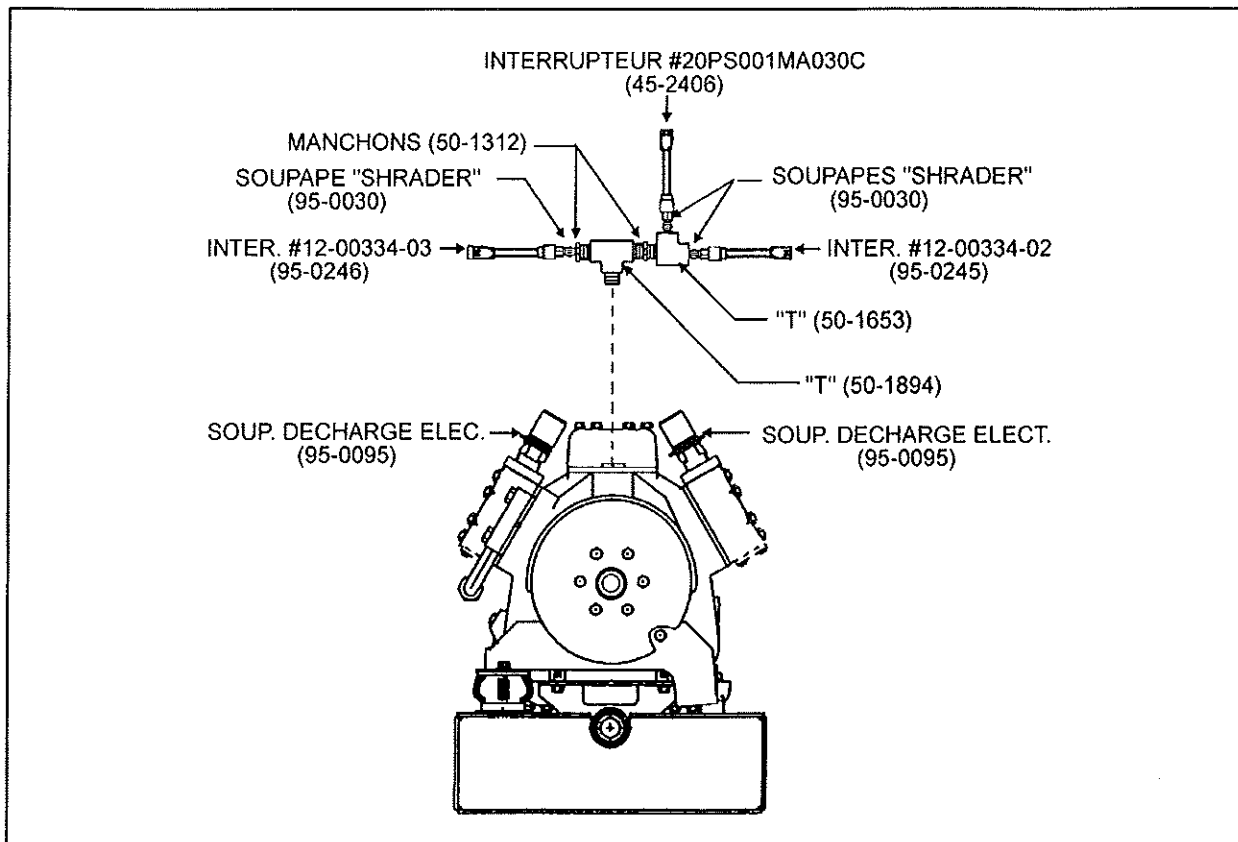

Fig. 2 - Installation des interrupteurs à pression (côté aspiration)
2. Enlever et jeter l'interrupteur à basse pression (et le manchon ou coude si applicable) du corps du compresseur, installer un "T" (#50-1894) à un angle pointant le coin arrière droit du véhicule, deux manchons (#50-1312), un "T" (#50-1653) puis trois soupapes "Schrader" (#95-0030) tel qu'illustré à la figure 2.
3. Installer les deux interrupteurs pour décharge basse pression (95-0245 & 95-0246) et l'interrupteur basse pression (#45-2406) sur les soupapes "Schrader" tel qu'illustré à la figure 2.
10. Brancher le connecteur mâle existant (C-53) à l'interrupteur basse pression #20PS001MA030C (Prévost #45-2406) tel qu'illustré à la figure 2.